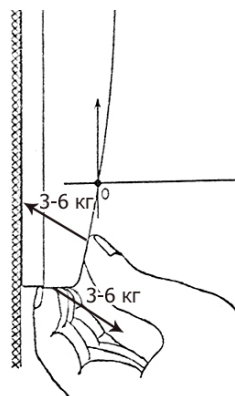

Рисунок 2. Снятие передней панели
2.1.6 Снимите переднюю панель блока, изгнув её относительно точки «0» в соответствии с рис. 2. Большие пальцы расположите над защелками и как можно ближе к точке «0».